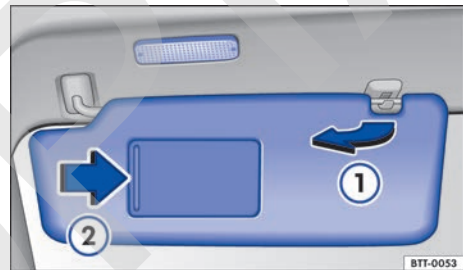

Fig. 86 Parasol.
- Extraer del soporte y girar en dirección a las puertas → fig. 86 ①.
En la parte posterior del parasol se encuentra un espejo de cortesía provisto de una tapa. Al abrir la cubierta → fig. 86 ② se enciende una luz.